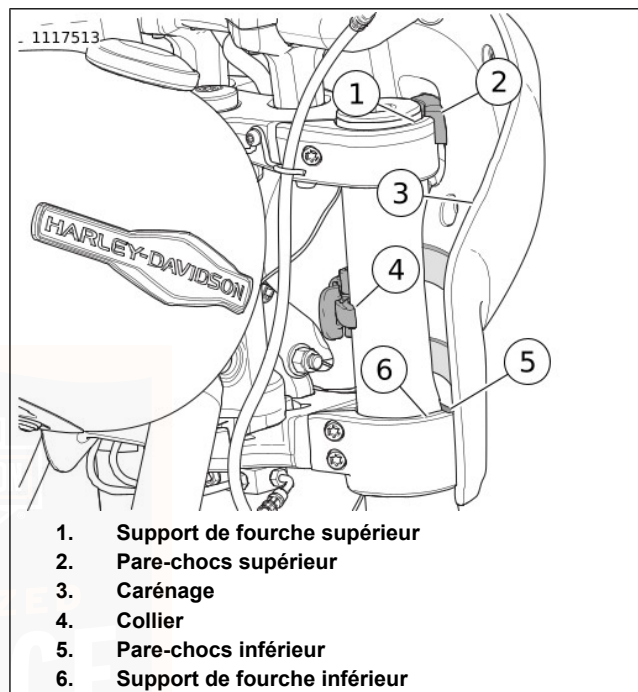

Figure 53. Carénage posé
1. Voir Figure 53. Déposer le carénage.
- b. Ouvrir les colliers de serrage (4).
- c. Chevaucher le garde-boue. Soulever le carénage (3) au-dessus du phare.
- c. Chevaucher le garde-boue avant. Placer le carénage au-dessus du phare et sur la fourche avant (5).
- d. Voir Figure 53. Placer le pare-chocs supérieur (2) sur le support de fourche supérieur (1).
- e. Vérifier que le pare-chocs inférieur (5) repose sur le support de fourche inférieur (6).